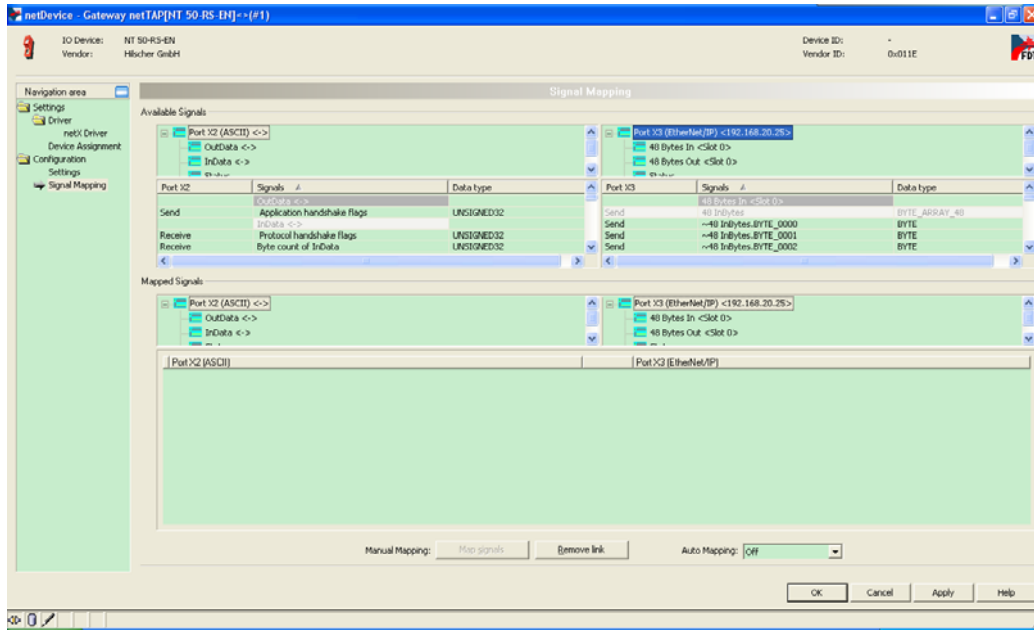

图 26
- 10) 双击网关（或右击网关，选择“Configuration”“Gateway”），弹出对话框，选择“Signal Mapping”项，进行数据映射，如图 26 所示。ASCII 通讯中的握手数据必须映射给 PROFINET IO 通讯的过程数据。